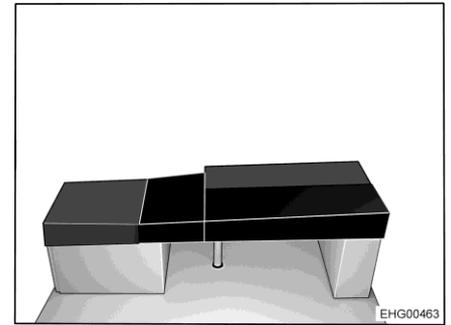

Fig. 165 Dopo la trasformazione
- Posizionare il cuscino aggiuntivo rettangolare sul tavolo (vedi Fig. 165).
- Collocare il cuscino aggiuntivo obliquo sull'allargamento letto a L (vedi Fig. 165).